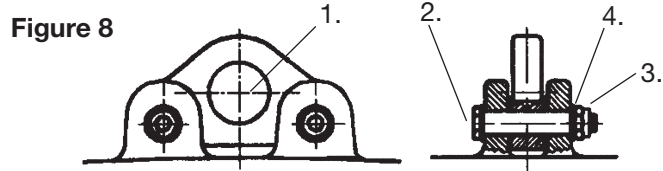

Figure 8
Se référer à la Figure 8. L'œil de suspension (1) est monté sur le dessus du boîtier de la chaîne de levage au moyen de deux goujons (2) assemblés dans les quatre pattes prévues.